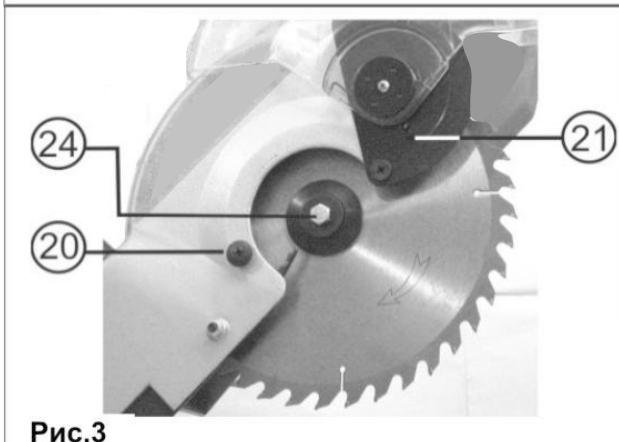

Рис.3
- Для снятия пильного диска отпустите винт (20), Рис. 3, и переведите защитный кожух (16), Рис. 1, вместе с кожухом шпинделя (21), Рис. 3, в верхнее положение.
- Установите пильный диск в соответствии с последовательностью, показанной на Рис. 5 так, чтобы зубья пильного диска были направлены вниз в передней части пилы, Рис. 3. Затяните шестигранный болт (24), Рис. 5, вращением против часовой стрелки, придерживая кнопку фиксации пильного диска (22), Рис. 4а, в нажатом положении.